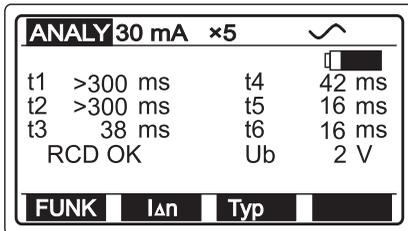

Bild 60: Menü FI/RCD-Analyse, Prüfschritt 6
- ▶ Nach erfolgreicher Durchführung aller sechs Prüfschritte werden alle einzelnen Messergebnisse auf der LCD angezeigt, siehe Bild 60.